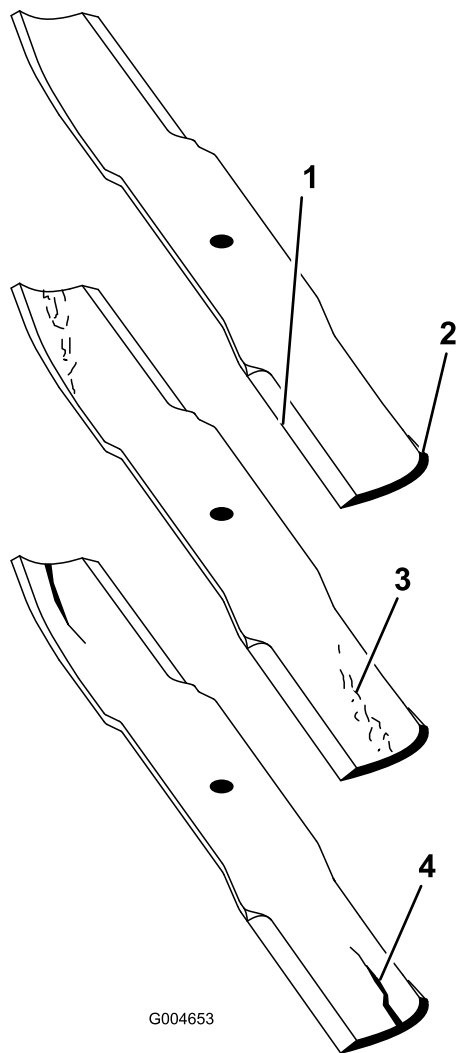

図 130
2. ブレードの切っ先を注意深く観察、特に、直線部と曲線部が交わる部分をよく観察する 図 130。
注 この、直線部と曲線部の交差域は、砂などによる磨耗が進みやすい部分なので、機械を使用する前によく点検することが必要である。磨耗が進んでいる場合 図 130 には、ブレードを交換する。